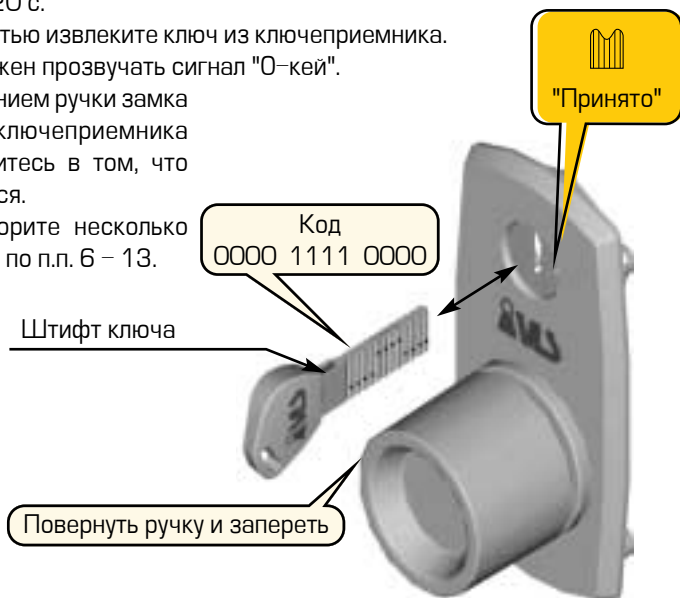

Рисунок 6 – Проверка замка: ввод первого кода
6. Вращением сегментов ключа наберите код 0000 1111 0000. При этом штифт ключа должен быть направлен вверх (рис. 6).
7. Вращением ручки замка (рис. 6) приведите замок в запертое состояние.